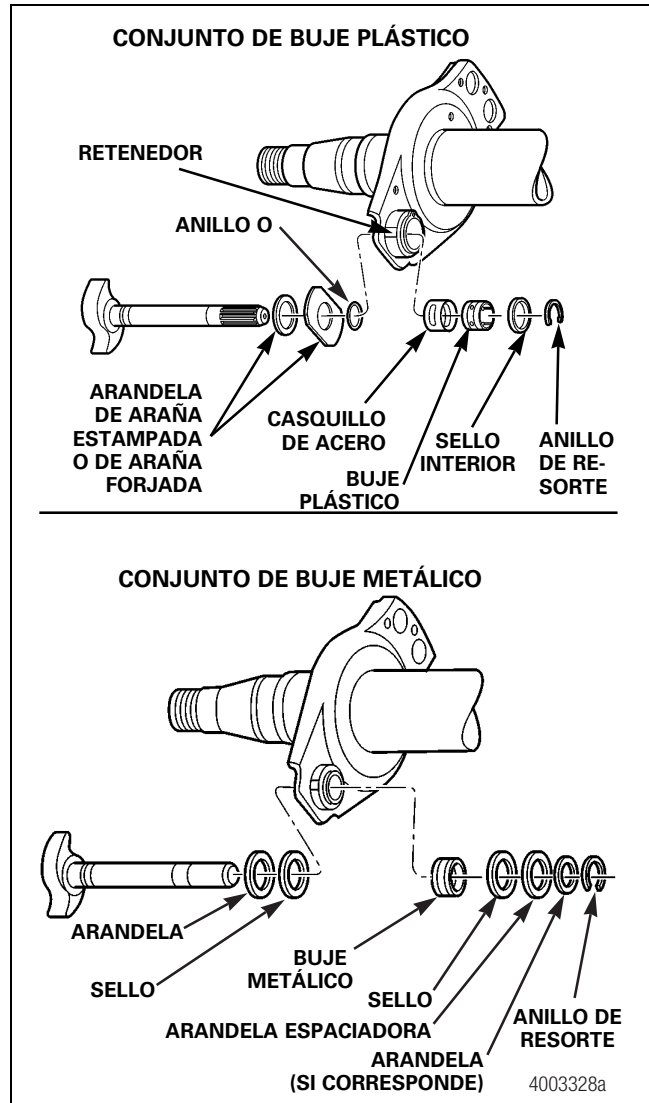

Figura 12.27
2. Retire todas las piezas flojas del eje de levas y el agujero de retención, incluidos los sellos de grasa y las arandelas. Figura 12.27.